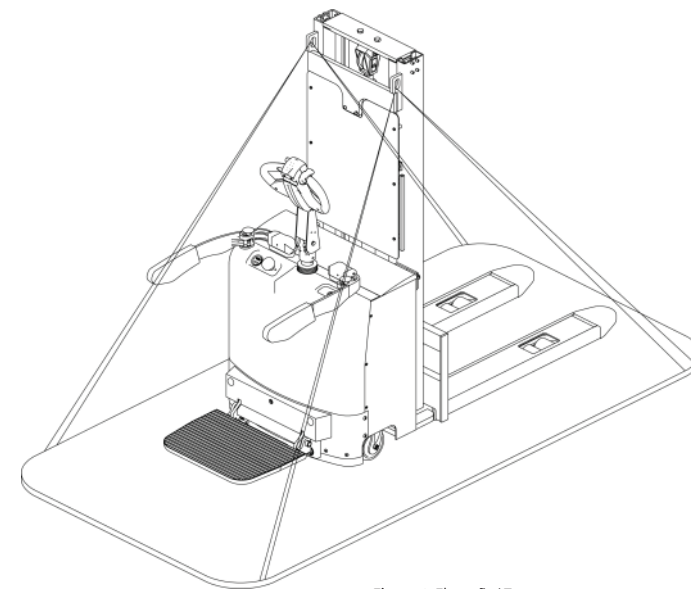

Figura 4. Elevação/ Transporte
- Remova a carga durante o transporte, coloque os garfos na posição mais baixa e prenda o veículo com segurança com equipamento de elevação especial de acordo com a figura 4.
- Estacione o veículo com segurança e amarre-o conforme os pontos indicados na Figura 4.
- Os pontos de amarração podem ser referidos na Figura 4.
- Conforme a Figura 4, ele é fixado em ambos os lados da grande placa da carroceria e no outro lado do veículo de transporte com cintas de amarração específicas para içamento.